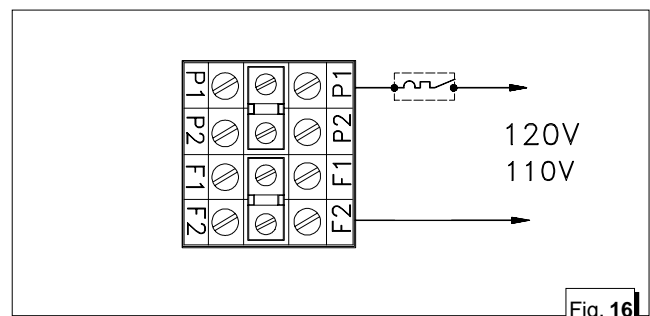

Fig. 16
- 1 - Collegamento in parallelo : in questa configurazione si ha una unica uscita a 110 (120) V fra i punti P1 e F2, collegando le uscite dell'alternatore (P1,F1,P2,F2) secondo lo schema di fig. 16.
**1** - Parallel configuration: in this configuration there is a single output at 110 (120) V between points  $P_1$  and  $F_2$ , connecting the outputs of the alternator ( $P_1, F_1, P_2, F_2$ ) as shown in the diagram in fig. 16.
**1** - Liaison en parallèle: dans cette configuration nous avons une seule sortie à 110 (120) V entre les points  $P_1$  et  $F_2$ , en reliant les sorties de l'alternateur ( $P_1, F_1, P_2, F_2$ ) selon le schéma de la figure 16.
**NB.** In questi casi va installato un solo magnetotermico, vedi fig. 16/17.
**N.B:** In these cases just one magnetothermic device should be installed, see fig. 16/17.
**NOTE:** Un seul magnétothermique doit être installé dans ce cas (se reporter à la figure 16/17).